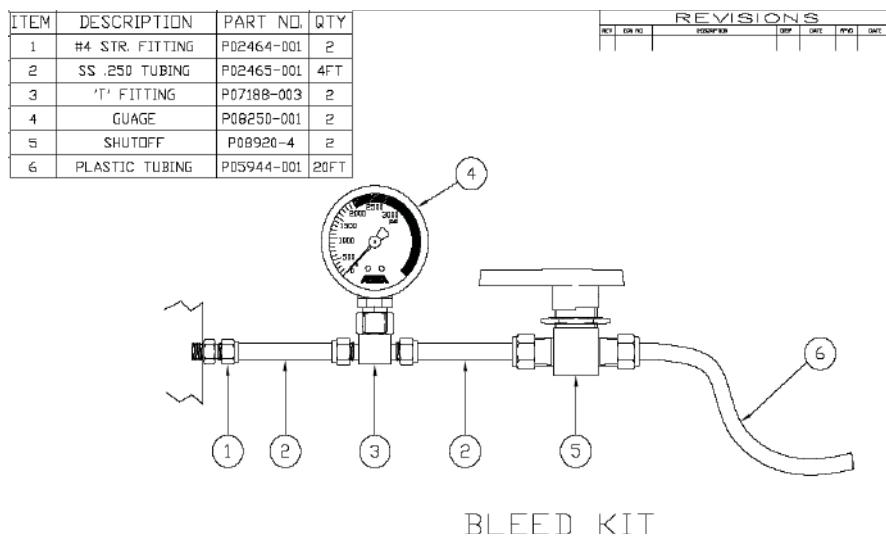

Figure 1.6.8-2 오일주입공구 (PN: K09275)
- 실린더의 밀기/시계방향과 당기기/반시계방향의 개방포트에 REXA 오일주입공구(Figure 1.6.8-2)를 부착한다. 유압라인 따라가며 압력 방향을 구별한다.(Figure 1.6.8-1)